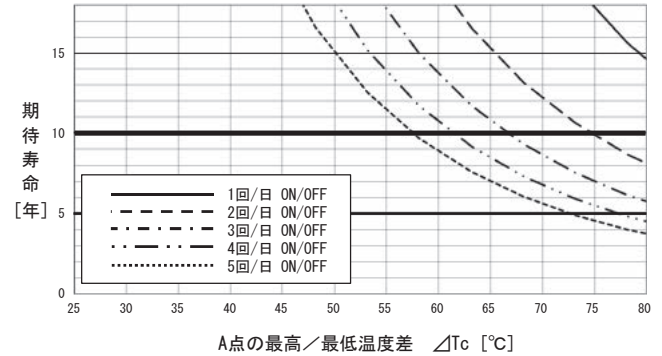
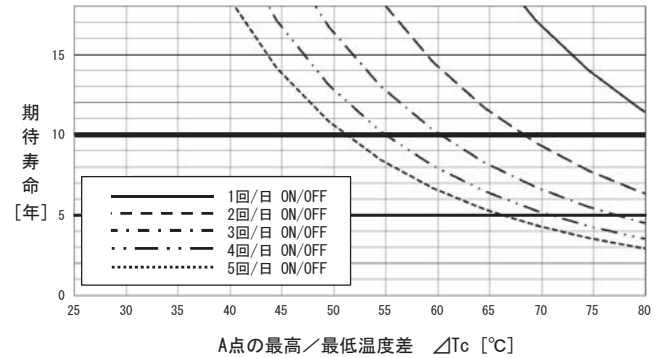
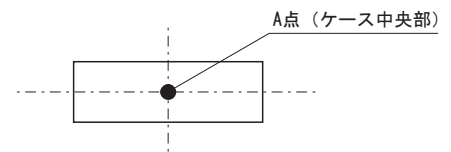

図9.4 熱疲労による期待寿命グラフ (MG6)
図9.5 熱疲労による期待寿命グラフ (MG10)
図9.6 温度測定箇所 (ケース上面)
■図9.4, 図9.5に当社加速試験結果を基に算出した1日のON/OFF回数とケース温度差(図9.6ポイントA点 ΔT_c)に対する製品の期待寿命を示します。連続通電の場合であっても負荷率の変動などでケース温度に変動が発生する場合は、上記考え方を適用してください。
■無償補償期間10年ですが、図9.4, 図9.5に示す期待寿命が10年未満の場合、この寿命を無償補償期間とします。